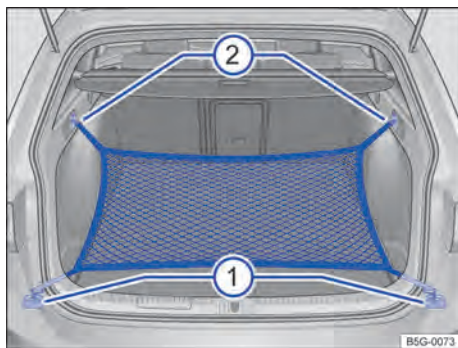

Fig. 106 No compartimento de bagagem: olhai ① e gancho ② para prender a rede para bagagem.
- Prender os ganchos curtos da rede para bagagem nos olhais de amarração ⇒ Fig. 106  ⇒ . O zíper da rede para bagagem deve estar voltado para cima.